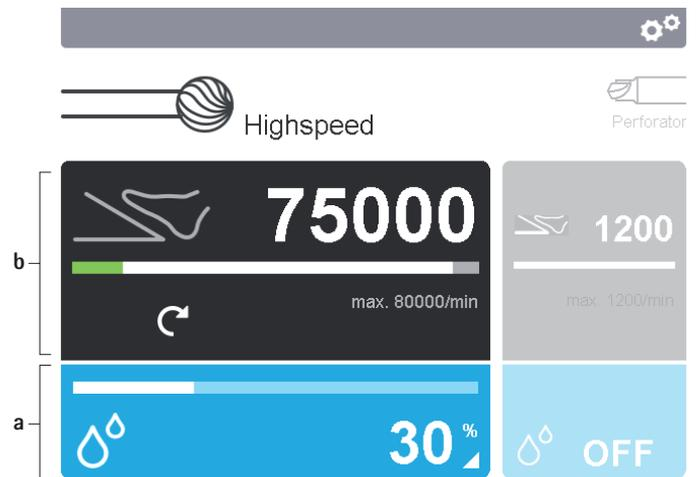

Рис. 5 Включение панелей управления
- ▶ Изменение параметров настройки рабочего элемента: Включить панель управления рабочим элементом **b** на дисплее **2**, см. Рис. 5.